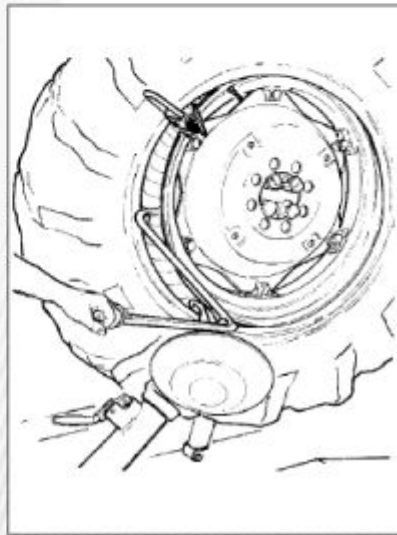

Рисунок 28
23) Панельно поворачивайте зажимное устройство по часовой стрелке до тех пор, пока вы не сможете вставить рычаг отжимного ролика на его место в съемном рычаге (см. рис. 28). Этот рычаг устанавливается по просьбе заказчика.